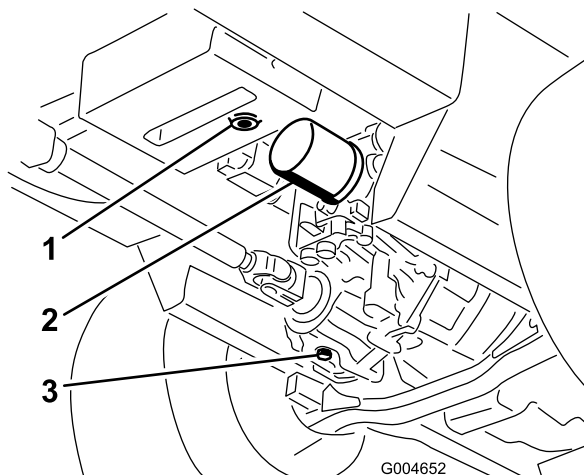

Figura 91
3. Mettete una bacinella grande sotto il serbatoio idraulico e la scatola della trasmissione, togliete i tappi e lasciate defluire tutto il fluido idraulico (Figura 91).
4. Pulite attorno al filtro dell'olio idraulico e rimuovete il filtro (Figura 91).